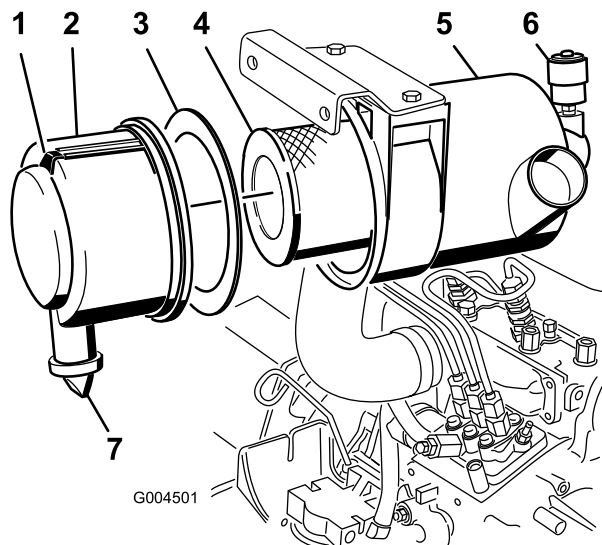

図 45
- ・ エア・クリーナの整備はインジケータ (図 45) が赤色になっていたら、または 400 運転時間ごと (非常にホコリのひどい場所ではよりひんばんに) 行ってください。エア・フィルタの整備のしすぎはかえってよくありません。
1. ラッチを引いて外し、カバーを左にひねってボディーからはずす (図 45)。
2. ボディーからカバーを外す (図 45)。
4. 1次フィルタ (図 45) を取り外して交換する。
6. カバーの内側に発泡樹脂製のガスケットが正しく (破損せずに) ついていることを確認する (図 45)。破損しているガスケットは交換する。
- A. カバーからゴム製の出口バルブを取り外す (図 45)。
10. インジケータ (図 45) が赤になっている場合はリセットする。